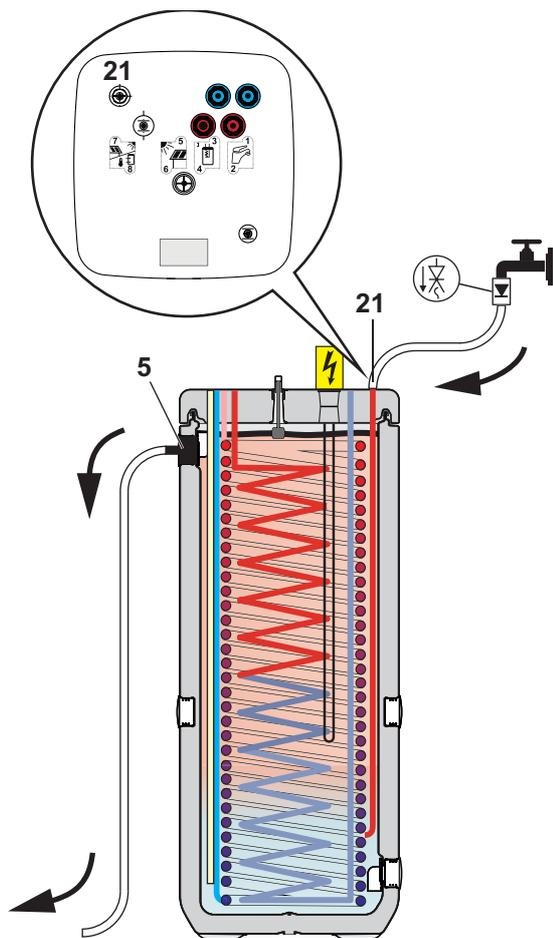

Fig. 4-4 Riempimento del serbatoio ad accumulo inerziale - senza $p=0$ impianto solare e senza raccordo di riempimento KFE
- Collegare il tubo di riempimento con la valvola antiritorno (1/2") al collegamento "DrainBack Solar - Mandata" (fig. 4-4, pos. 21).
- Riempire il serbatoio ROTEX Sanicube / HybridCube **finché non fuoriesce acqua dal troppopieno di sicurezza** (fig. 4-4, pos. 5).
- Riempire il serbatoio di ROTEX Sanicube SC **finché non fuoriesce acqua dal troppopieno di sicurezza** (fig. 4-4, pos. 5).